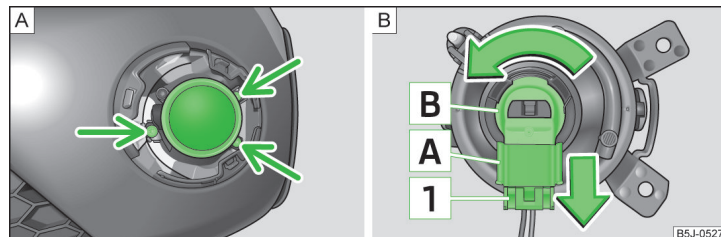

Abb. 167 Vorderer Stoßfänger: Nebelscheinwerfer / Nebelscheinwerfer: Glühlampe wechseln
› Abb. 167 - **A** herausdrehen.
- › Die Sicherung **T** » Abb. 167 des Steckers **A** drücken und den Stecker aus der Fassung **B** herausziehen.